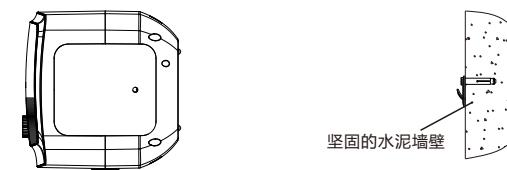

图4
- 组装方法:选择适当的固定位置后,用膨胀螺栓将吊板牢固固定,然后钩住热水器(图4)。